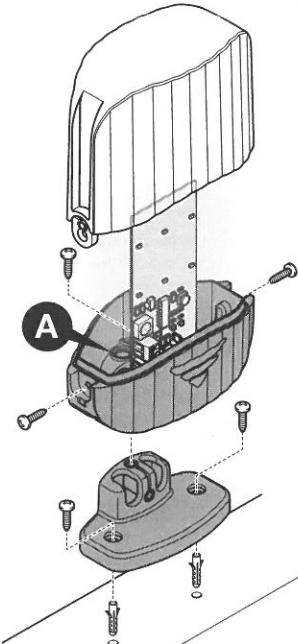

Fig. 2
- Prepare the container for the passage of the cables using the holes in the base "A" fig. 2. One hole is fitted with a punched rubber gasket for the power cable. The second hole is fitted with a rubber cap. If you decide to connect the internal aerial to your ECU, first replace the rubber cap with the second punched rubber gasket supplied with the warning light and then connect the aerial output "D" to the ECU using a coaxial cable **RG58** (impedance **50Ω**) with a maximum length of **15 m** passing through one of the holes "A" fig. 2.
- Prédéposer le boîtier pour la fixation au moyen des trous «A» pratiqués sur la base fig. 2. Un trou est prévu et équipé d'un passe-clou pour le câble d'alimentation. Le deuxième trou est fermé par un bouchon en caoutchouc. En cas de raccordement de l'antenne intégrée au circuit, introduire le second passe-clou fourni et relier la sortie antenne "D" et le récepteur au moyen d'un câble coaxial **RG58** (impédance **50Ω**) d'une longueur max. de **15m** en passant au travers de l'un des trous «A» fig. 2.
- Predisponer el contenedor para la fijación actuando sobre los agujeros "A" en el fondo de la base de la fig. 2. Un agujero está predisposto con una goma que pasa por el cable de alimentación. El segundo agujero está cerrado con un tapón de goma. En caso de que se decida conectar la antena integrada en el circuito, introducir la segunda goma pasante que se suministra y conectar la salida de la antena "D" con el receptor con un cable coaxial **RG58** (impedancia **50Ω**) con una longitud máxima de **15m** pasando a través de uno de los agujeros "A" fig. 2.
- Den Behälter für die Befestigung mithilfe der Löcher „A“ am Boden der Basis vorbereiten, s. Abb. 2. Ein Loch ist mit einer Gummitülle ausgestattet, durch die das Stromkabel verläuft. Das zweite Loch wird mit einem Gummistopfen verschlossen. Wenn die integrierte Antenne in dem Schaltkreis angeschlossen werden soll, setzen Sie die zweite mitgelieferte Gummitülle ein und verbinden Sie den Antennenaustritt „D“ durch eine der Bohrungen „A“ mit einem Koaxialkabel RG58 (Impedanz 50Ω) von max. 15m Länge mit dem Empfänger, s. Abb. 2.